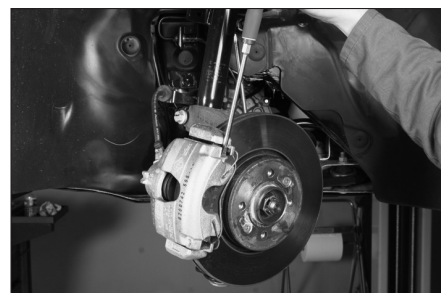

FIG. 6
- Faire levier à l'aide d'un tournevis inséré entre la plaquette extérieure et l'étrier afin de créer un léger jeu (Fig.6).